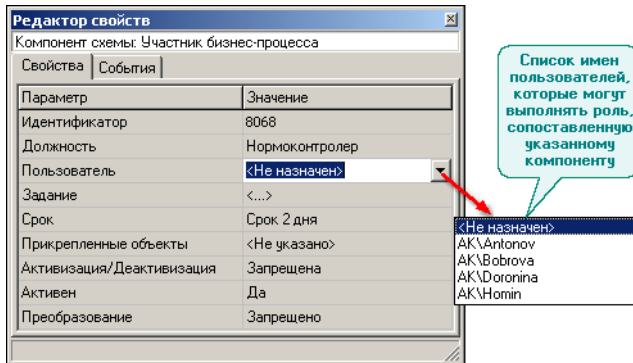

Рис. 4.13.
2. На панели **Редактор свойств** щелкните мышью в ячейке со значением параметра **Пользователь** и нажмите кнопку выбора значения параметра (рис. 4.13).